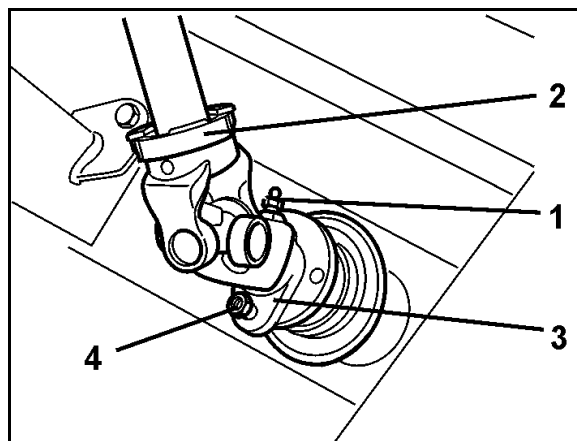

Рис. 71
1. Отверните конусный смазочный ниппель (Рис. 71/1) в соединительной вилке (Рис. 71/2) карданного вала.
2. Отсоедините срезной болт (Рис. 71/4) между фланцем вилки (Рис. 71/3) карданного вала и фланцем первичного вала редуктора.